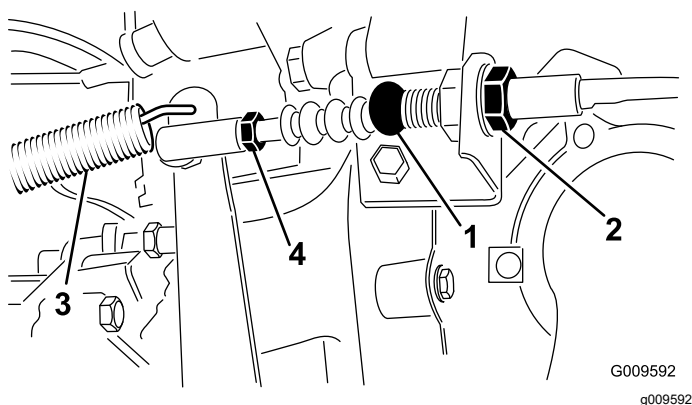

Figura 68
1. Allentate i controdadi che fissano il cavo della frizione alla staffa sul cappuccio del volano (Figura 68).